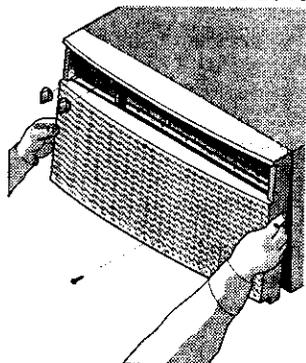
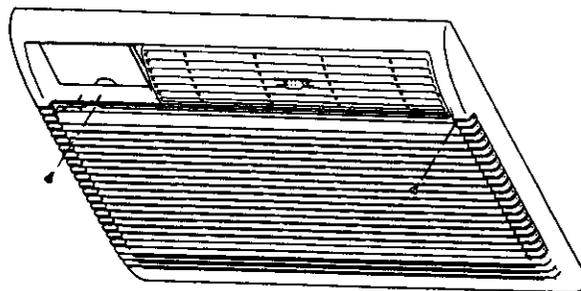

FIG. 1
FIG. 2
Montage de la partie avant – Certains modèles à écoulement d'air latéral (FIG. 1)
- Fixer à l'aide de la ou des vis de retenue au bas du panneau (Fig. 1), ou derrière la poignée du filtre (Fig. 2).
L'évent d'air frais permet au climatiseur de recirculer l'air à l'intérieur (position OFF (Arrêt)), d'attirer de l'air frais dans la pièce (position FRESH AIR (Air frais)) ou de chasser l'air vicié à l'extérieur (position VENT (Événement)). Voir les figures 1, 2 & 3 pour plus de détails.
- Sur certains modèles, poussez la manette de commande de l'évent à la position OFF (Arrêt). Pour sortir le filtre, tirez droit vers le haut (figure 1).